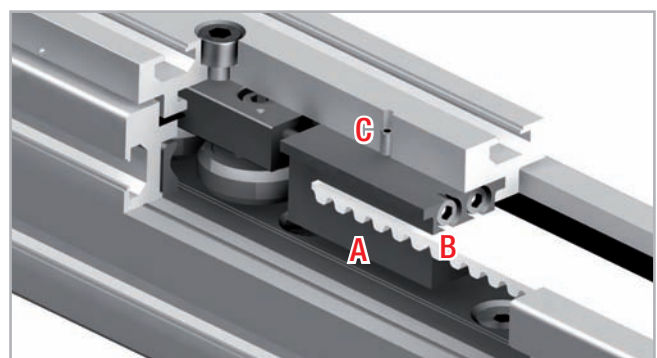

Abb. 73
1. Lösen Sie die Sicherungsschrauben C (oben auf der Läuferplatte) von der Riemenspannvorrichtung A (s. Abb. 73).